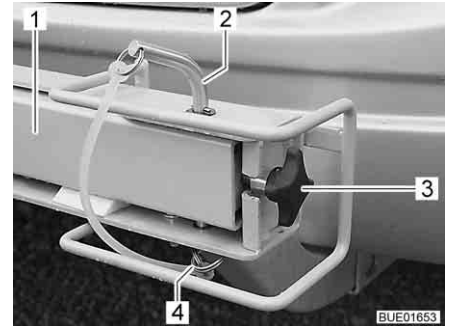

Bild 2 Verriegelung Fahrradträger
- Federstecker (Bild 2,4) herausziehen.
- Sicherungsbolzen (Bild 2,2) nach oben herausziehen.
- Sterngriffschraube (Bild 2,3) lösen, ggf. herausdrehen.
- Schwenkarm (Bild 2,1) halten und zur Seite schwenken.